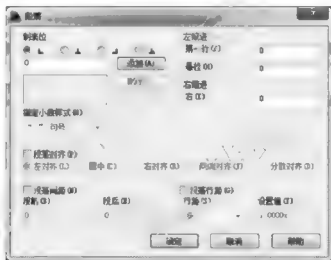

图 5-24
(12) 段落 (段落): 单击该按钮, 弹出如图 5-24 所示的【段落】对话框。用户可以根据实际情况设置段落相关参数。